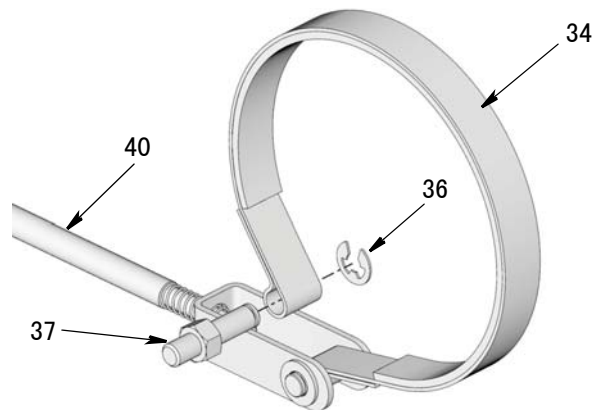

图 30
10. 将整个制动总成旋转 180° (图 30)。
11. 在制动轮毂 (12) 周围安装闸带 (34)。
12. 通过确保夹头端位于图 30 所示的位置，完成锚销 (37) 安装。
13. 重新安装夹头 (36) (图 30)。